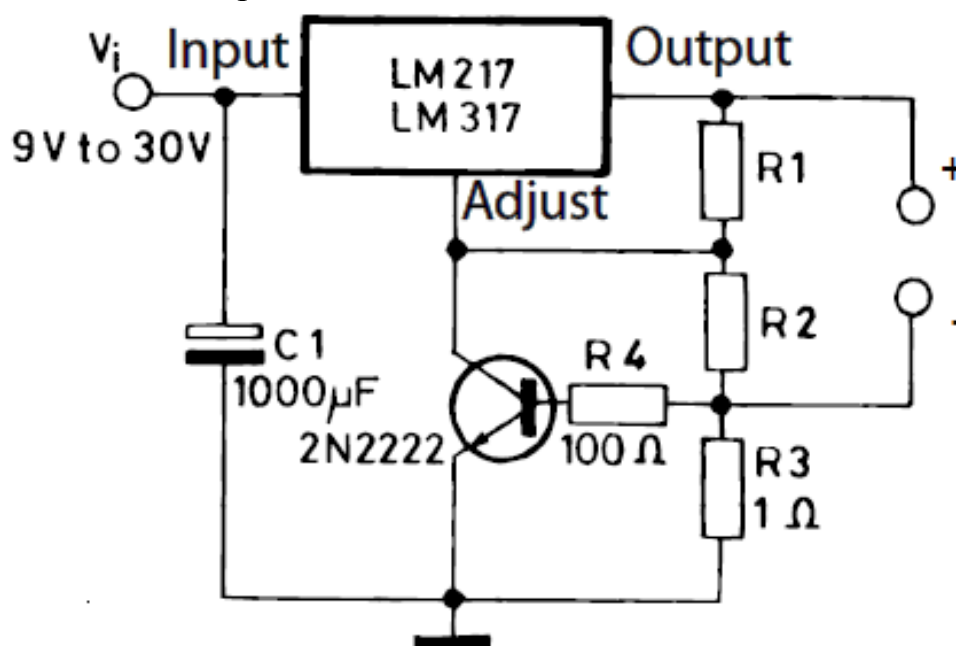

Рисунок 1. Типовое включение микросхемы LM317T
- Регулировка выходного напряжения должна производиться с помощью подстроечного резистора, установленного на месте сопротивления **R₂** типовой схемы (см. рис. 1).
- Типовая схема зарядного устройства по спецификации производителя представлена на рис. 1.